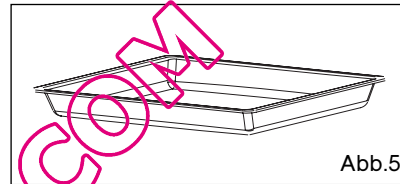

Abb.5
• Mehrzweckblech 45 mm (Abb.5)